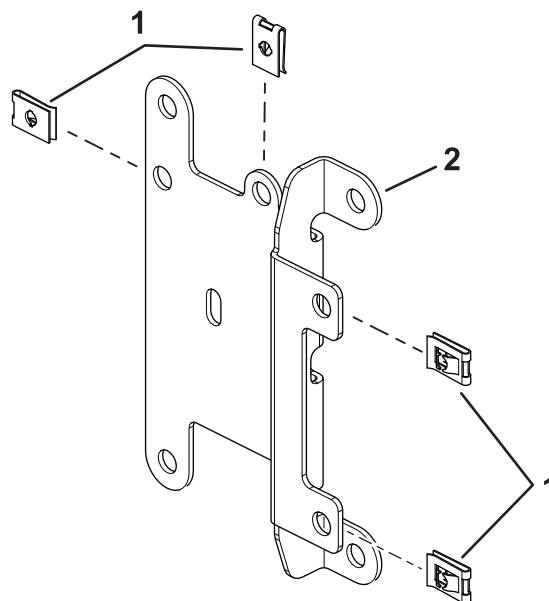

Рисунок 2
2. Установите П-образные гайки из листового металла на монтажную пластину предохранителя (Рисунок 2).